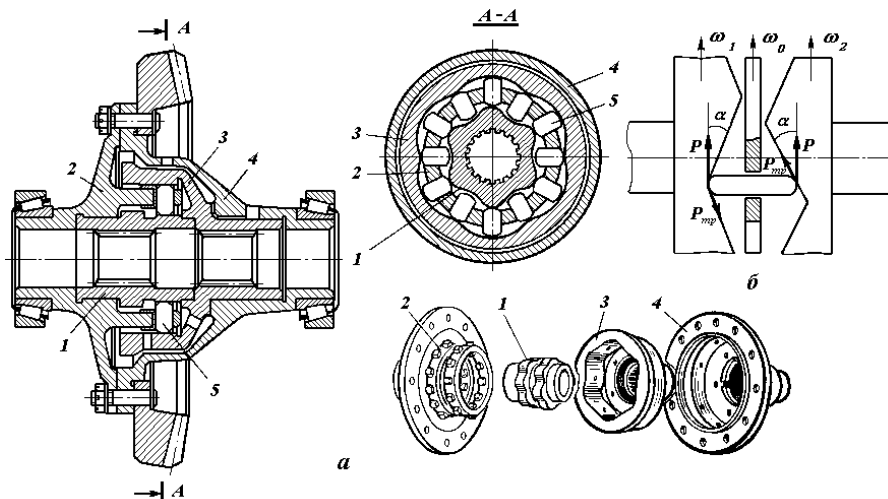

Рис. 3. Кулачковый дифференциал повышенного трения
15. НОМЕРА ПОЗИЦИЙ НА РИС. 3
16. ДЕТАЛИ ДИФФЕРЕНЦИАЛА {сухари звездочки} НА РИС. 3 ПРИ БУКСОВАНИИ ОДНОГО ИЗ КОЛЕС